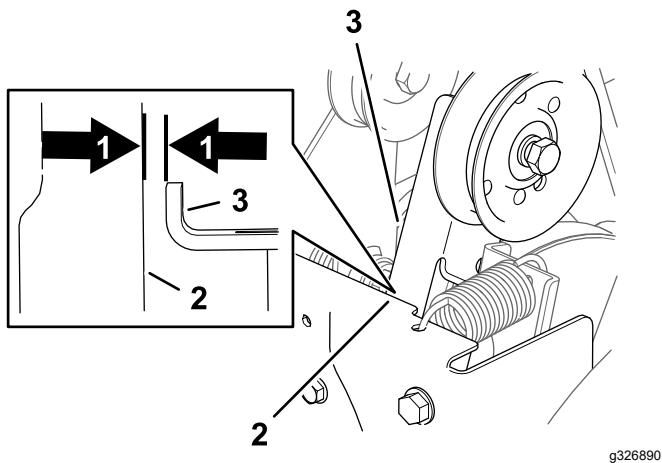

Figura 39
2. Com a alavanca da transmissão da vassoura desengatada, certifique-se de que a folga entre o braço da embraiagem da vassoura e a estrutura da máquina é de 1,5 mm como se mostra na Figura 39.